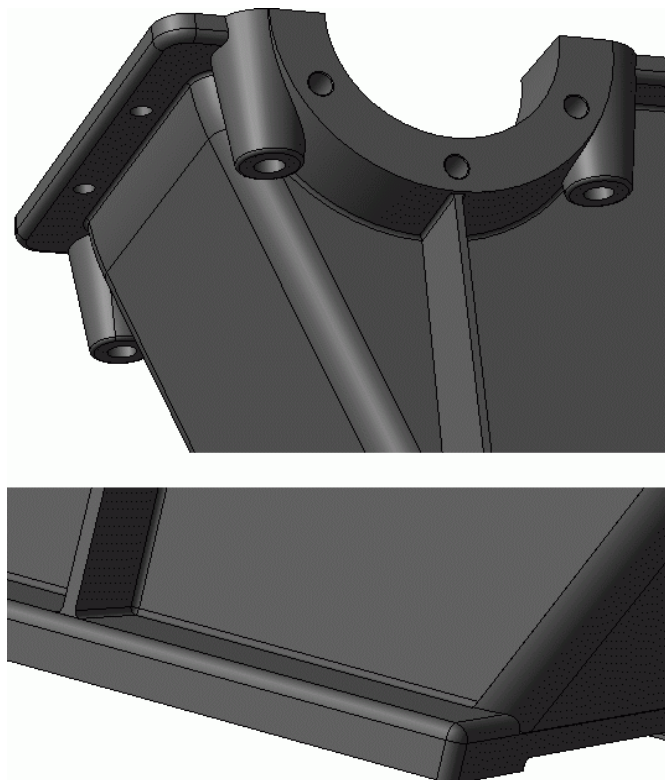

Рис. 3.89. Скругления в модели
29. Для большей реалистичности модели добавьте скругления внутри и снаружи корпуса, на кромках, фланцах и пр. (рис. 3.89). Радиусы скруглений определяйте конструктивно. Постарайтесь за один вызов команды Скругление выполнять как можно скруглений ребер с одним радиусом.